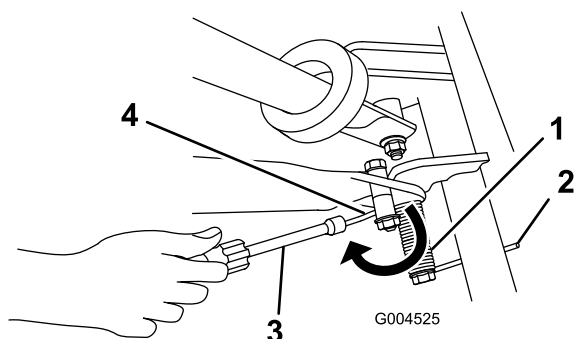

Figura 11
6. Posizionate un avvitatore sull'estremità della molla rivolta a tergo, e portate l'estremità della molla sopra il distanziale del cavalletto e sotto di esso (Figura 11).